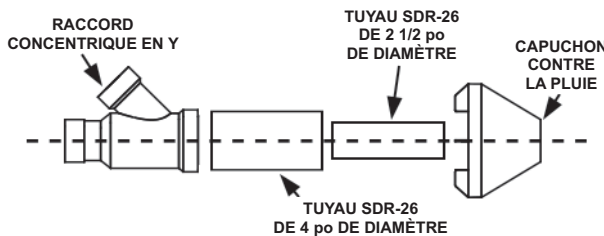

Figure 20
- Cimenter le raccord concentrique en Y au tuyau de la trousse avec le diamètre le plus gros, voir Figure 20.
- Cimenter le capuchon contre la pluie au tuyau de plus petit diamètre de la trousse, voir Figure 20.